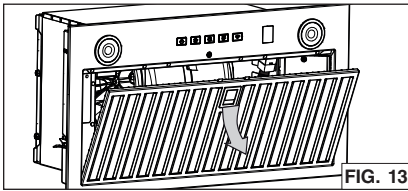

FIG. 13
2. Use la pestaña para retirar de la campana el filtro de grasa empujando hacia abajo e inclinando el filtro hacia fuera (FIG. 13). Poner el filtro a un lado.